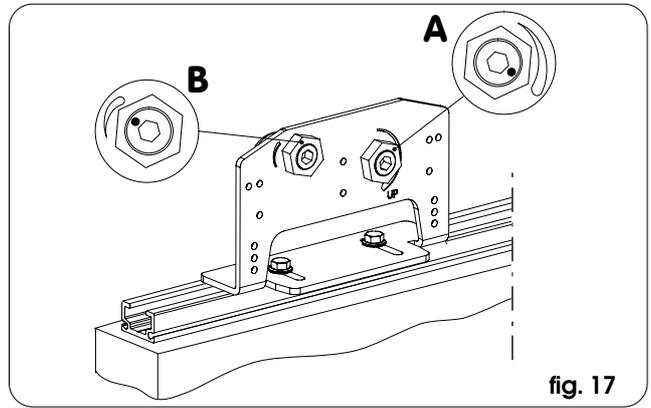

fig. 17
• Su ogni carrello è presente una ruota di scorrimento in acciaio con eccentrico e relativo sistema di regolazione (rif. A fig. 17) ed un rullino antiribaltamento in nylon con eccentrico e relativo sistema di regolazione (rif. B fig. 17); l'escursione in altezza consentita del carrello è di  $\pm 10$  mm. Il sistema di regolazione degli eccentrici è composto da un grano con sede esagonale per chiave a brugola da 8 mm e un dado di bloccaggio per chiave esagonale da 24 mm.
- Sbloccare i rullini antiribaltamento (rif. B fig. 17) e posizionarli al minimo della regolazione consentita (ruotando il grano in senso antiorario).
- Sbloccare le ruote di scorrimento (rif. A fig. 17); aggiustare la posizione dell'anta agendo sui grani di regolazione (ruotando il grano in senso orario l'anta si alza, ruotando il grano in senso antiorario l'anta si abbassa) fino a renderla parallela al pavimento e verificando il corretto scorrimento della guida inferiore sul pattino, quindi ribloccare.
- Posizionare i rullini antiribaltamento (rif. B fig. 17) in modo che sfiorino la guida ricavata sul profilo di sostegno, agendo sui rispettivi grani (ruotando il grano in senso orario il rullino si alza, ruotando il grano in senso antiorario il rullino si abbassa), quindi bloccarli.